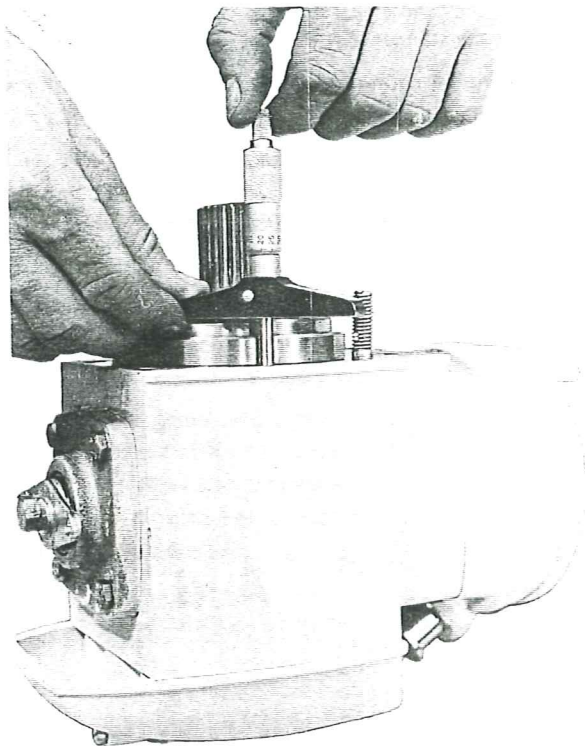

Fig. 44
1. Mät på övre växelhuset avståndet från yttre lagerbanan på nedre kullagret (39 fig. 57) till växelhushets plan. Se fig. 44.